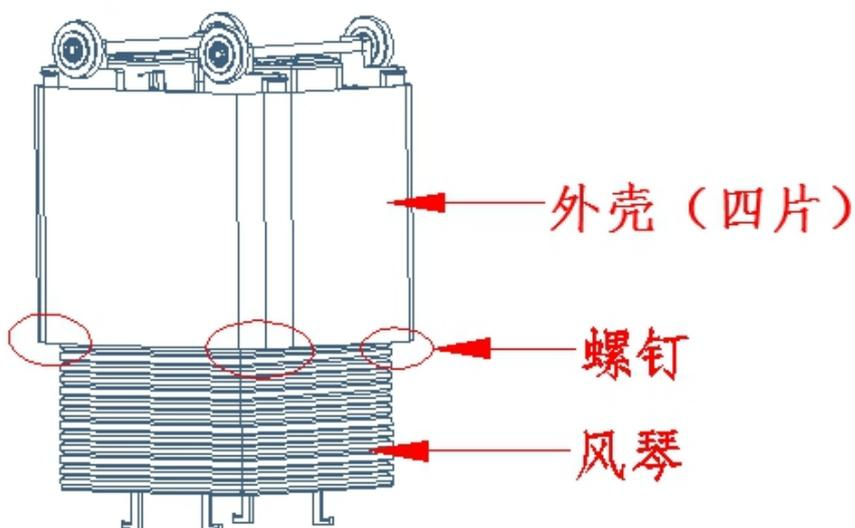

图 7-3
- a) 拆下风琴四个角上的螺钉（见图 7-3），然后拔掉传感器连接端的航空插头。
- b) 拆下前面及两个侧面的三片外壳（见图 7-3）。